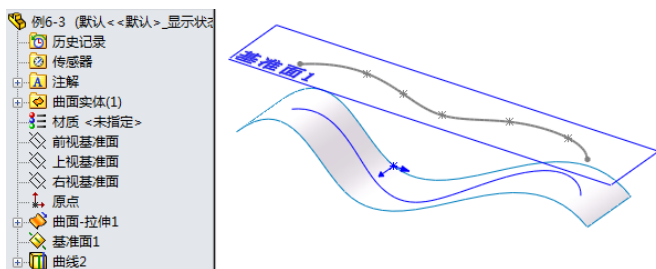

图 6-18 投影曲线及 FeatureManager 设计树
**11** 确认设置。单击属性管理器中的“确定”图标按钮, 生成所需要的投影曲线。投影曲线及其 FeatureManager 设计树如图 6-18 所示。